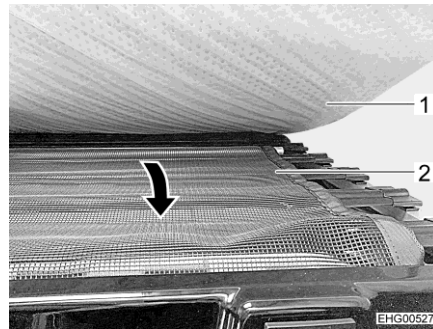

Bild 36 Sicherungsnetz
- Sicherungsnetz (Bild 36,2) unter der Matratze (Bild 36,1) herausziehen und über die Einstiegsöffnung spannen.